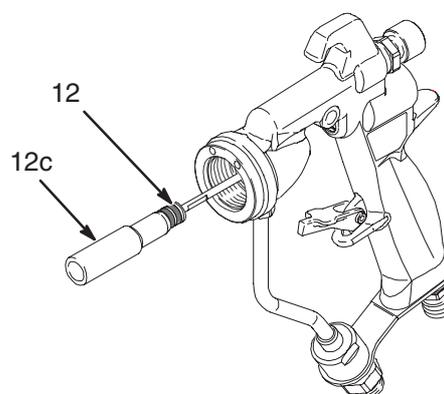

Fig. 22
5. Introduire le pointeau (12) à l'avant du joint. À l'aide de l'instrument (12c), pousser la cartouche de joints dans le pistolet jusqu'à ce qu'elle arrive en butée. Voir Fig. 22.